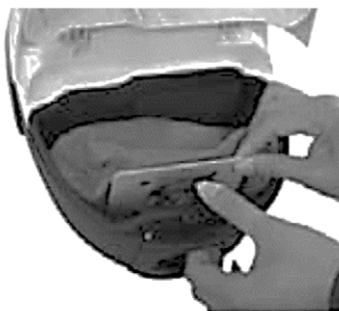

Fig 8
2. **Instalowanie worka na kurz:** Włóż worek na kurz do specjalnego uchwytu na worek, a następnie włóż do specjalnej szczeliny. (Rys. 8).